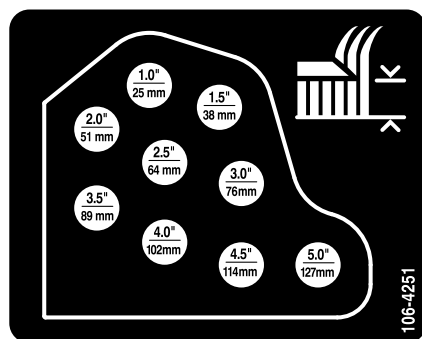

Bild 18
10. Montieren Sie die Schnitthöhenketten im gewünschten Schnitthöhenloch und befestigen Sie sie mit dem Splint und dem Lastösenbolzen (Bild 18).